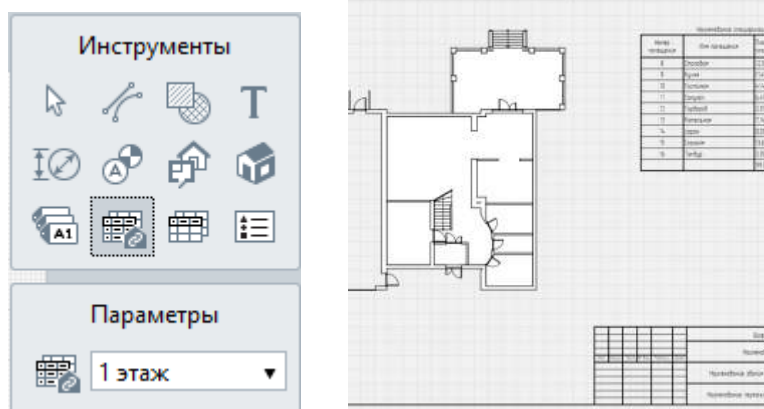

Рисунок 11.4 – Экспликация помещений
4. Добавьте на лист *Спецификацию* –«1 этаж» (и то и другое делается из панели инструментов), рис.11.4